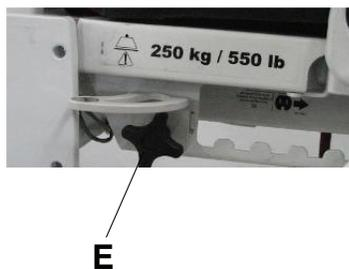

Figure 119 – Fixation de la molette de serrage
2. Installer la molette de serrage sur le dos du support (E) (Figure 119).